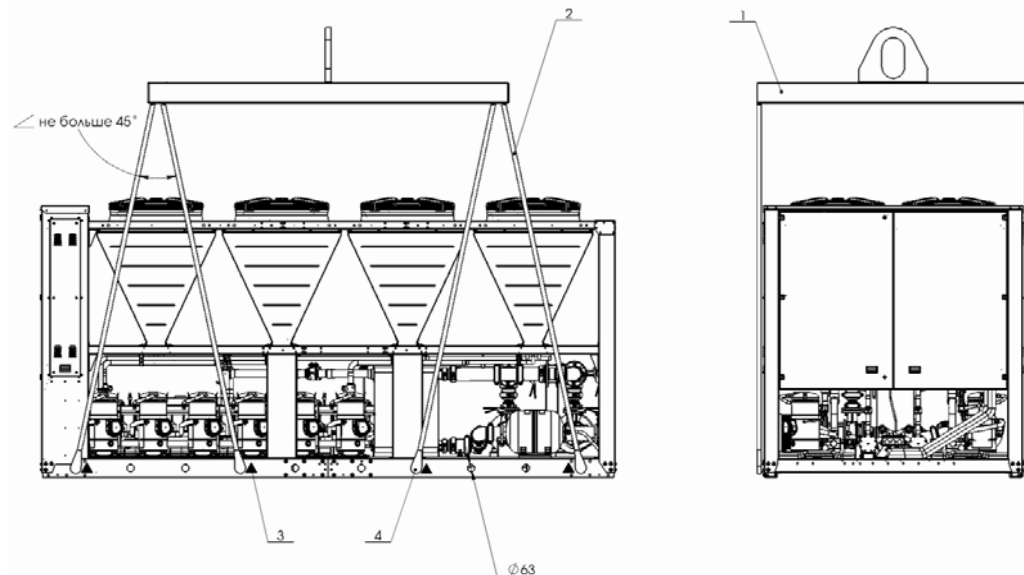

Рисунок 5.1 Схема строповки.
5.3. Подъем чиллера краном осуществляется на тросах (стропы) (Рис. 5.1 поз. 2) посредством вспомогательных труб (балок) (поз. 4) вставленных в штатные отверстия опорной рамы и траверс (поз. 1).
ВНИМАНИЕ! Рис.5.1 носит ознакомительных характер. Схемы строповки чиллеров см. «Руководство по монтажу и эксплуатации. Глава 1.»